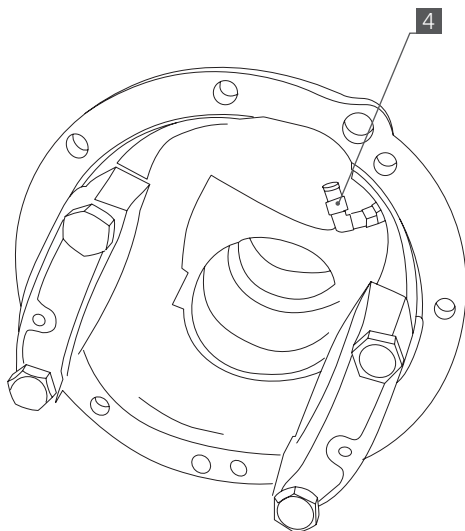

Рис. 4
4. Вкрутите фитинг угловой [4] с внутренней стороны картера моста (**Рис. 4**):